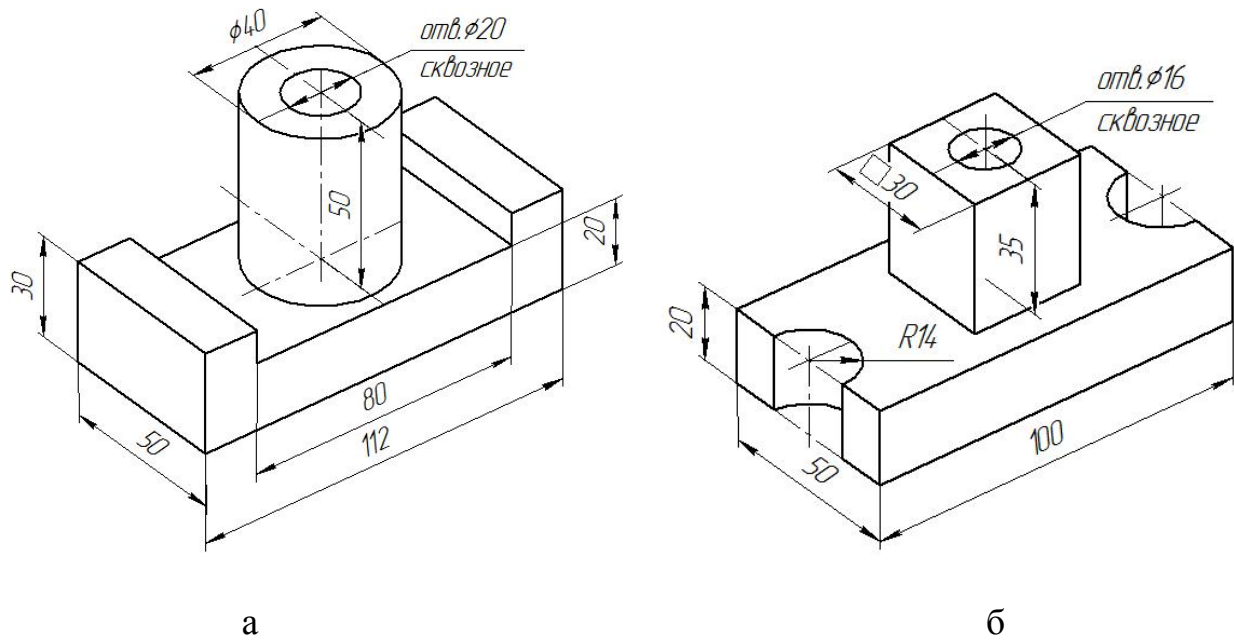

Рис. 9. Задание для самостоятельной работы
1. Создайте 3D-модели с помощью операций «Приклеить выдавливанием» и «Вырезать выдавливанием» (рис. 9). Сохраните модели.